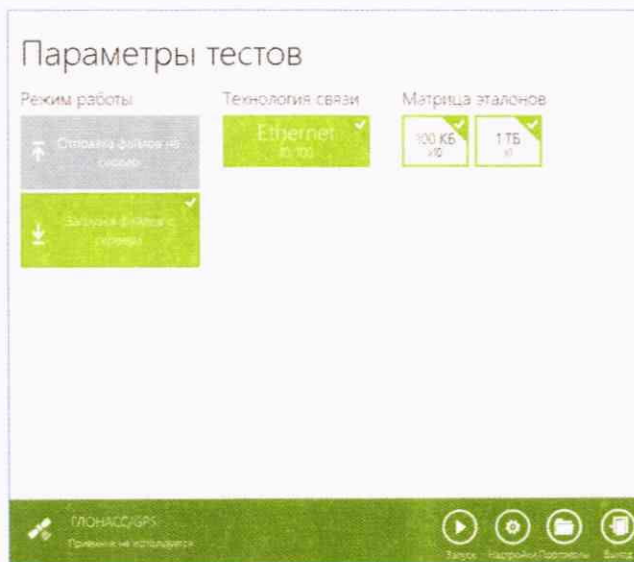

Рисунок 4
Появится рабочее окно программы (рисунок 4):
6.1.13.2 Убедиться, что приемник ГЛОНАСС/GPS включен. При включенном приемнике, в нижнем левом углу рабочего окна (рисунок 4), будет отображаться вращающаяся пиктограмма индикатора “Поиск спутников”, а при наличии синхронизации системного времени “ВЕКТОР-ИКИ-2016-2016” с НШВ РФ постоянно отображается надпись “Время успешно синхронизировано”.
Если в течение указанного выше времени синхронизация не установится, и в правом верхнем углу рабочего окна (рисунок 4) будет отображаться надпись: “Поиск устройства ГЛОНАСС/GPS”, необходимо выйти из программы ВЕКТОР-ИКИ-2016 и запустить её повторно. После третьей попытки - произвести перезагрузку ПК ВЕКТОР-ИКИ-2016 и выполнить действия, описанные выше.